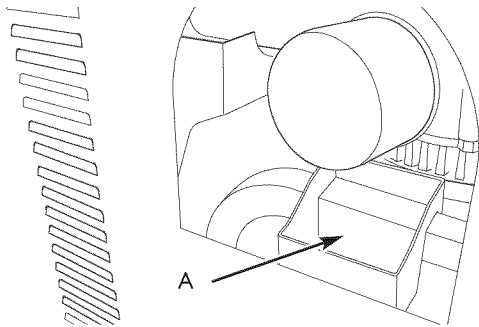

Figura 16 — Cambio del filtro de aceite con la bandeja de vaciado
- Coloque la bandeja de vaciado de aceite sobre la tubería y deslícelas para situarla debajo del filtro de aceite (Figura 16).